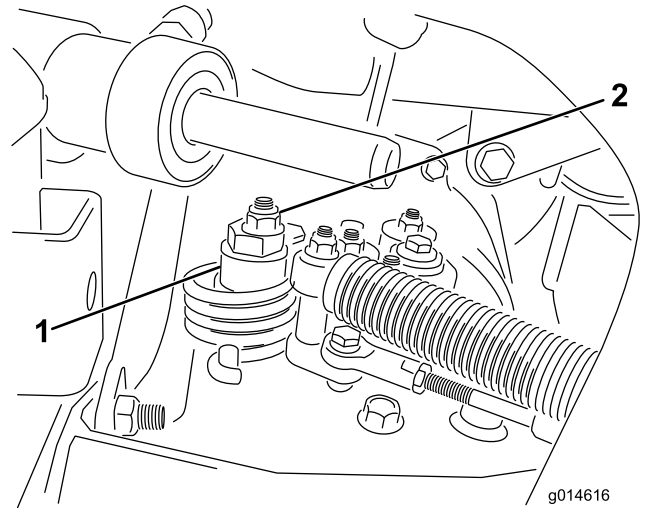

图46
- A. 松开将偏心螺栓固定到静液压泵顶部的螺母（图46）。
- C. 旋转偏心螺栓，直到不再出现任何方向的缓慢前移。当轮子停止旋转时，旋紧螺母，锁定偏心螺栓和调整（图46）。将油门移至慢速 和 快速 位置，验证调节情况。